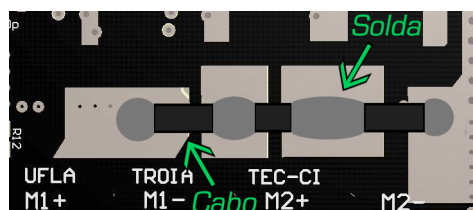

Figura 7: Recurso de aumento de condutividade
- Recurso de melhoria de condutividade que, apesar de não ser essencial para o funcionamento da placa, é altamente indicado seu uso na guerra de robôs. Deve ser soldado como na figura 7.